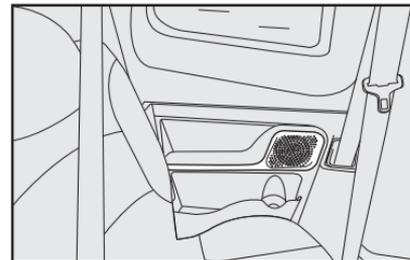

fig. 90
- En la lateral trasera de la Strada Doble Cabina **fig. 90**.